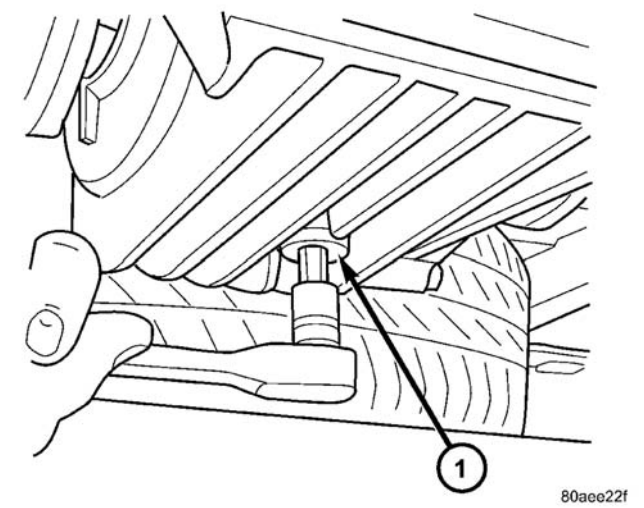

图 40 差速器放油塞
差速器总成的放油塞（图 40）位于差速器总成壳体的底部，朝向总成的后部。
- （2）将放油盘放在差速器放油塞的下面（图 40）。